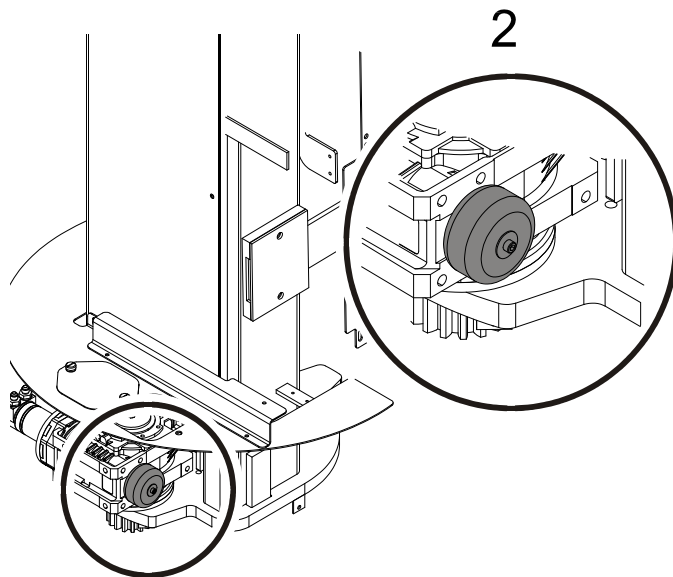

Figure 3-6. Volant Plein
- 15- Dispositif d'orientation manuelle (voir figure 3-6)